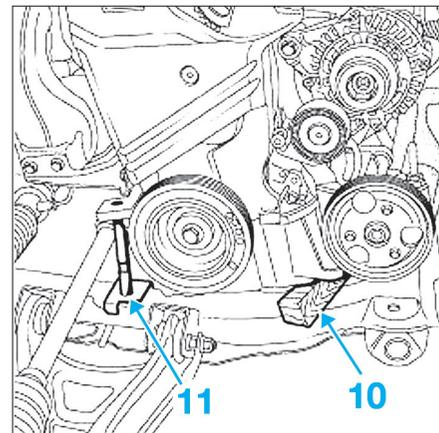

Fig. 62
- Mettre en place une cale (10) en caoutchouc entre le berceau et le support de la pompe de direction assistée à l'avant du moteur (Fig.62).
- Mettre en place une autre cale (11) entre le berceau et le carter-cylindres à l'arrière du moteur.